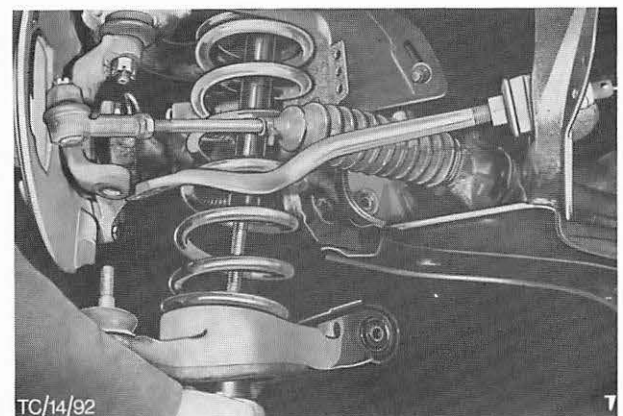

Abb. 37 Vorderfeder auf den Querlenker unten aufsetzen
13. Spurstangen-Endstück am Spurstangenhebel anbringen und Mutter lose aufschrauben. Teile in den Verbindungsträger einführen, Werkzeugspindel mit der oberen Stoßdämpfer-Halteschraube befestigen. Abb. 37.